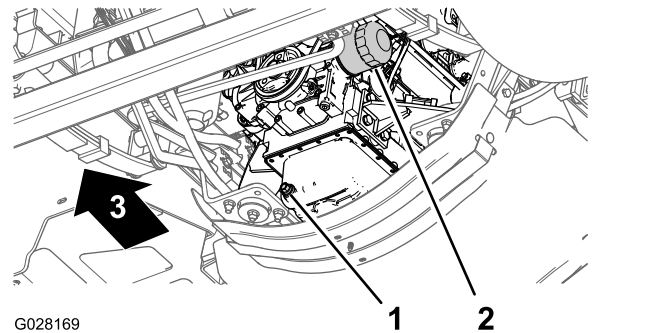

図 69
3. エンジンオイルフィルタの下にオイルを受ける容器をおく (図 69)。
4. 古いオイルフィルタ (図 69) を外す。
8. アダプタにフィルタを取り付け、ガスケットがアダプタに当たるまでフィルタを右に回し、そこから更に 1/2 回転増し締めする (図 69)。